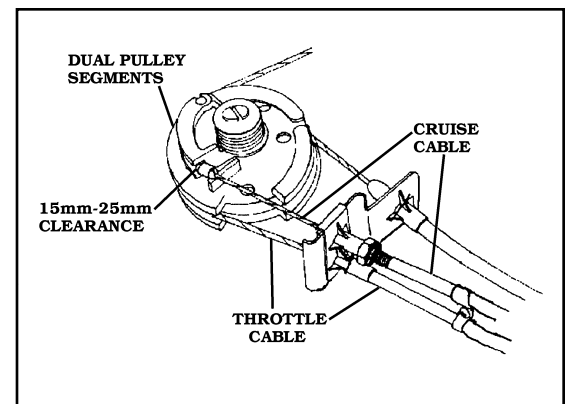

FIGURE 12
5. ATTACH THE **T-BAR ADAPTER** TO THE **BEAD CHAIN CONNECTOR**. MAKE SURE TO SLIDE THE **CONNECTOR COVER** OVER THE **BEAD CHAIN CONNECTOR**. **FIGURE 12**